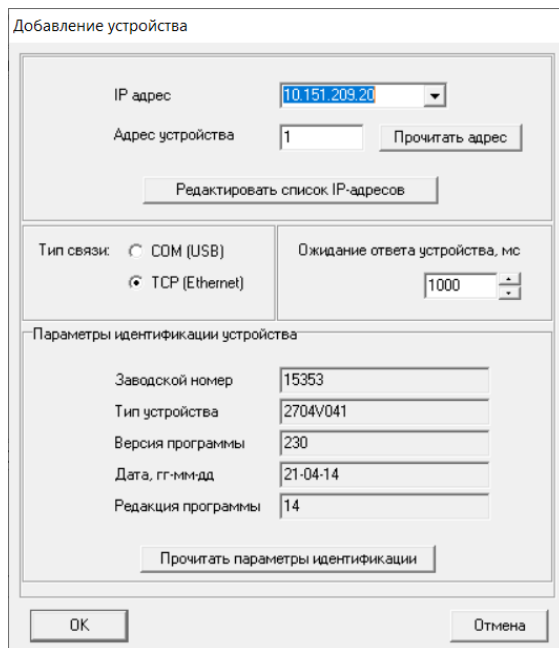

Рис. 84. Добавление устройства
12) Пройти: *файл / добавить устройство / добавить устройство*. В строке «IP адрес» указать 10.151.209.20 (рис. 84), тип связи: «TCP (Ethernet)». Нажать «прочитать адрес» и «прочитать параметры идентификации».